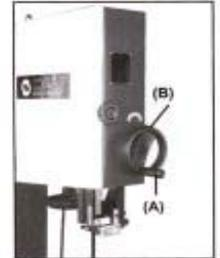

Fig. 2
Montez la poignée A (Fig.2) sur la manivelle (B), serrez la vis et fixer l'ensemble à la machine.